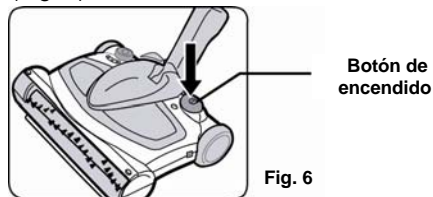

Fig. 6
2. Presione el botón de encendido para hacer funcionar la unidad. Para apagarla, presione nuevamente el botón. (Fig. 6)